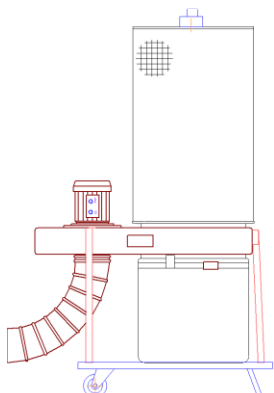

Рис. 1
- I. УВП-2000 –ФКЗ - Установки на основании с двумя колесиками и опорой, рис.1.